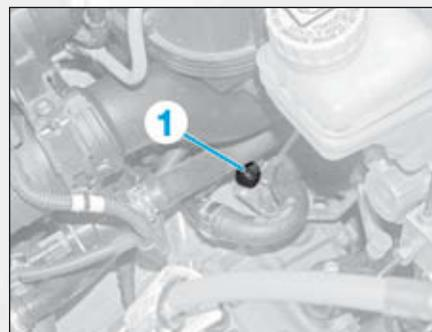

FIG.14
- Désaccoupler la rotule (1) (Fig.14).